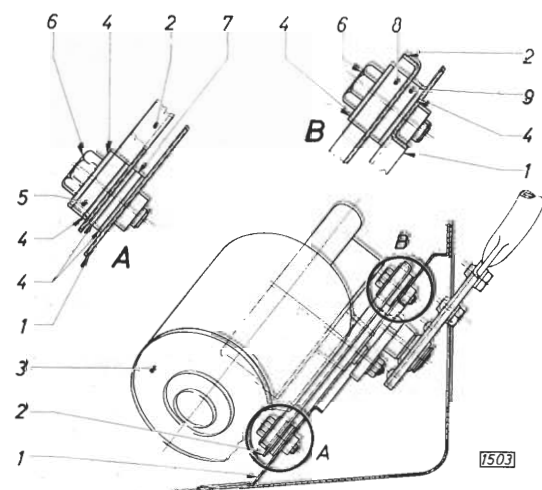

Bild 46 - Anordnung Scheibenwischermotor an Stirn-wand
3. Auf genaue Anordnung der Befestigungs-teile des Motors achten (Bild 46).